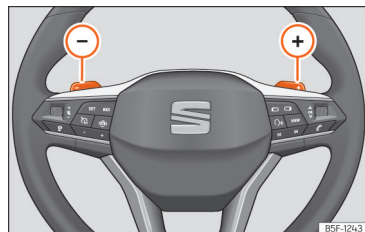

Fig. 91 Volante: alavancas para mudança automática de velocidades.
- Pressione a alavanca de mudanças (+) para engrenar uma velocidade mais alta »» Fig. 91.